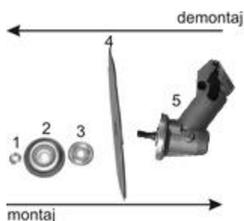

Fig.9
- Deplasati in exteriorul axului saiba plata si capatul de fixare fig.9
- Pozitionati corect capatul de protectie si montati piulita pe axul filetat prin strangere invers acelor de ceasornic, pentru a asigura discul taietor conform fig.9